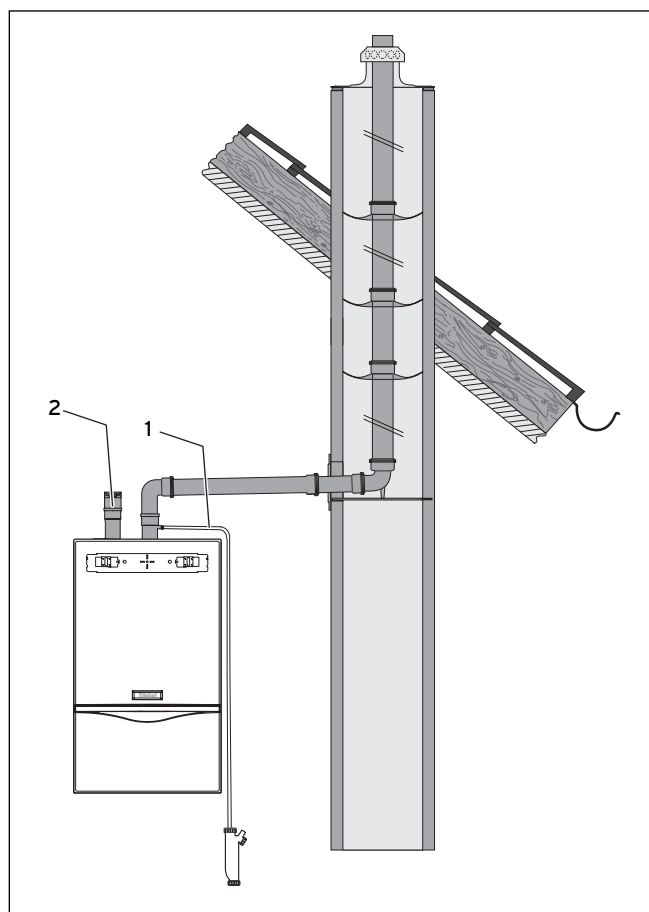

Fig. 5.11 Esempio di montaggio
- Rimuovere sulla parte superiore dell'apparecchio uno dei coperchi per l'aspirazione dell'aria e montare il relativo elemento di presa aria (2), vedere fig. 5.11; il capitolo 5.3 contiene una descrizione dettagliata.
- Montare lo scarico della condensa (1) sull'apparecchio, vedere fig. 5.11; il montaggio dello scarico della condensa è descritto al cap. 5.3.